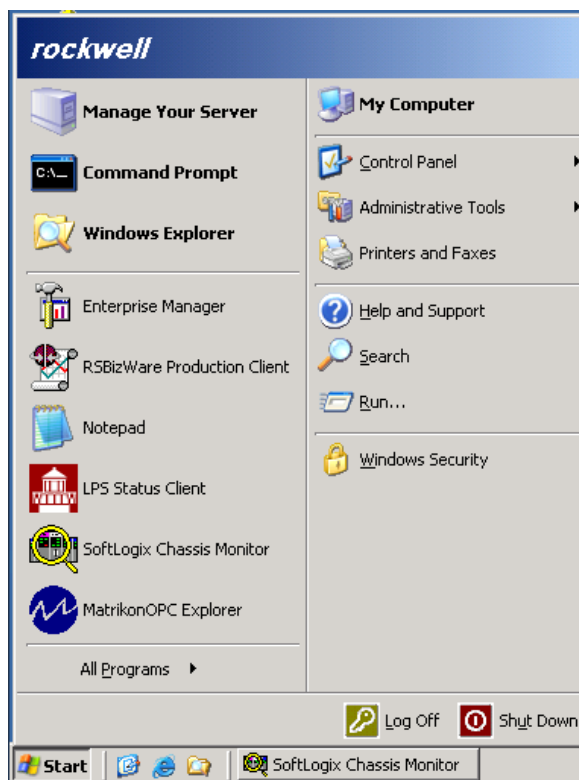

Imagen 83
6.- A continuación salir de la sesión remota haciendo Log Off. (Imagen 83)